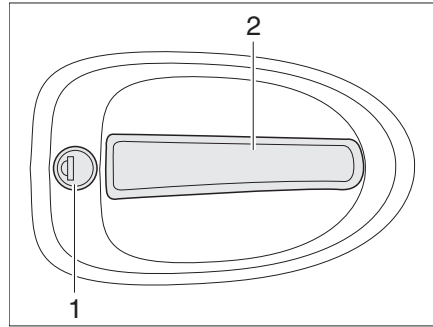

Fig. 40 Cerradura de la puerta de entrada, en el exterior
- Introducir la llave en el cilindro de cierre (Fig. 40,1) y girarla hasta que esté desbloqueada la cerradura de la puerta.
- Tirar del tirador de la puerta (Fig. 40,2). La puerta está abierta.
- Introducir la llave en el cilindro de cierre (Fig. 40,1) y girarla hasta que esté bloqueada la cerradura de la puerta.